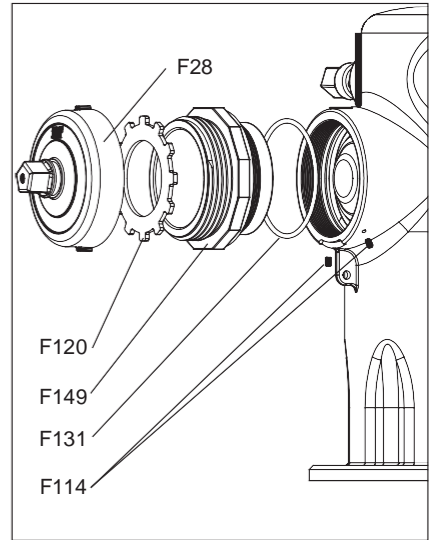
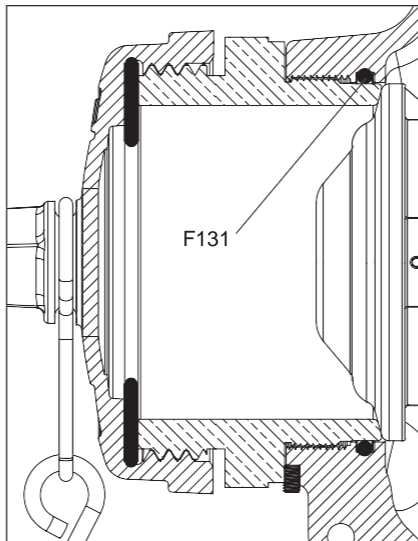

Fig. 3C
Fig. 3E
3. Utilice un punzón de deriva y un martillo para instalar un nuevo tornillo de retención de boquilla (F114), como se muestra en la Fig. 3C o la Fig.3E.
4. Utilice una llave Allen de 7/64" o (3 mm) para instalar la nueva boquilla reteniendo Screws** (F114), como se muestra en la Fig. 3A o Fig.3C.